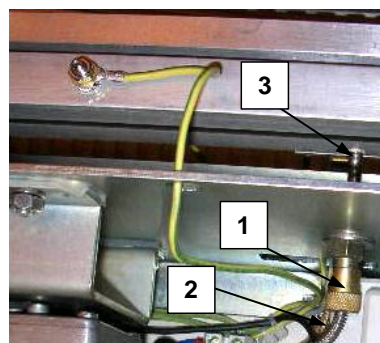

Bild 5.6
3. Lösen Sie die Sondenhalterung und drehen Sie die Kontermutter (Nr. 1 - Bild 5.6).
4. Nehmen Sie den empfindlichen Anschluss der Sonde (Nr. 3 – Bild 5.6) vorsichtig aus der unteren Schweißbacke heraus.
5. Nehmen Sie das Kabel (Nr. 2 - Bild 5.6) aus der Kontermutter und entfernen Sie die Sonde aus der Maschine.